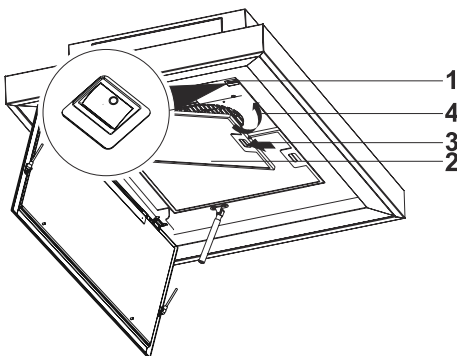

Abb. 16
- 6.** Bringen Sie die Sicherung in Position 1. (Abb. 16)
Setzen Sie den Aluminiummetallfilter ein (Abb. 16).